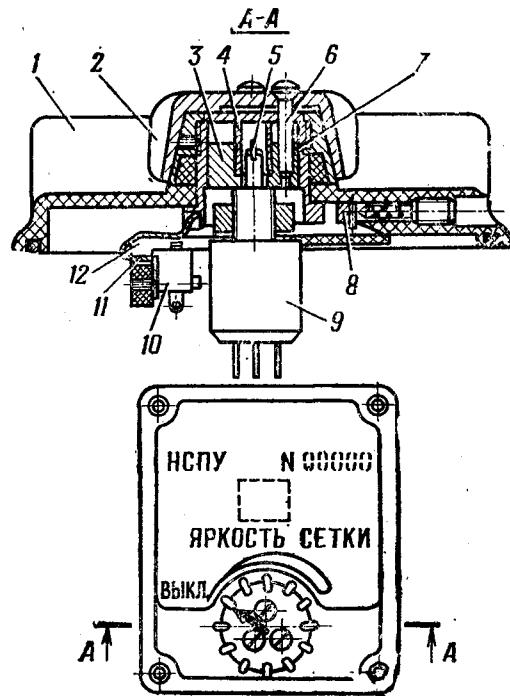

Рис. 57. Блок регулировки:
80. Блок регулировки (рис. 57) предназначен для включения и выключения прицела, установления необходимой первоначальной яркости электролампочки подсветки сетки и для автоматического регулирования яркости экрана и сетки при изменении естественной ночной освещенности.